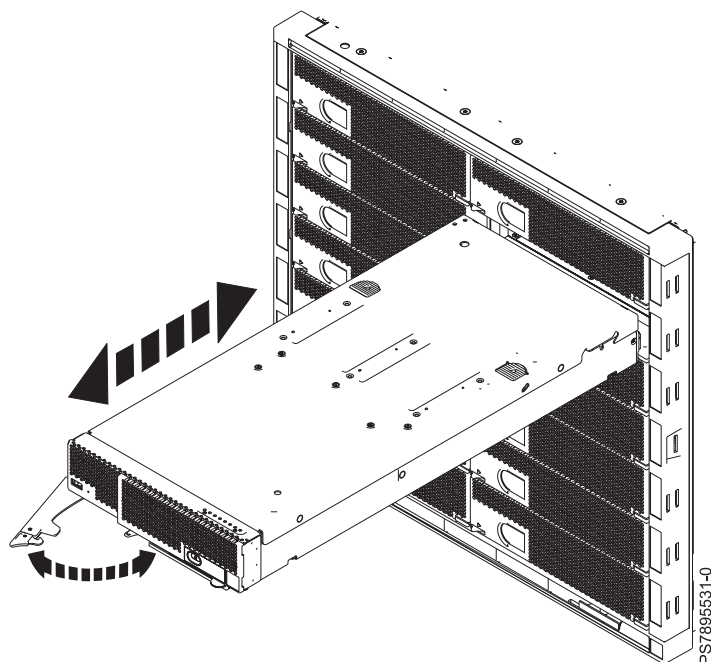

Figure 44. Installation du noeud de traitement dans un châssis IBM Flex System Enterprise
5. Vérifiez que les poignées de déverrouillage du noeud de traitement sont en position ouverte (perpendiculaires au noeud de traitement, voir figure 44, à la page 96). Pour le noeud de traitement IBM Flex System p260, il existe une poignée de déverrouillage. Pour le noeud de traitement IBM Flex System p460, il existe deux poignées de déverrouillage.